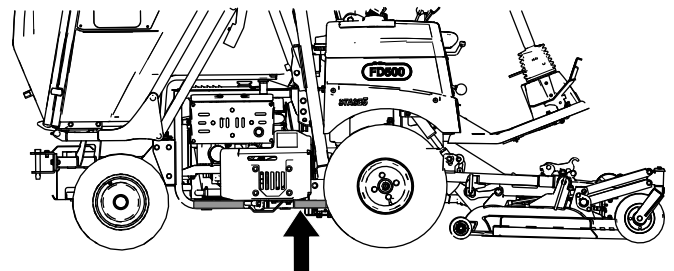

Bild 33
2. Stellen Sie einen Wagenheber unter das Rahmenrohr (Bild 33 und Bild 34), direkt unter das Überrollschutzrohr oder so nahe wie möglich.